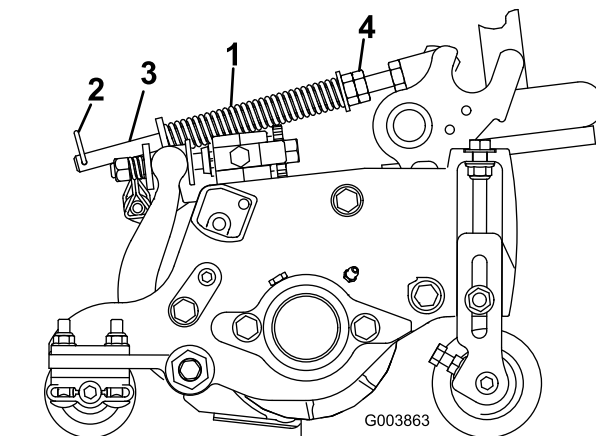

Bild 14
2. Ziehen Sie die Sechskantmuttern vorne an der Federstange an, bis die komprimierte Länge der Feder 15,9 cm beträgt (Bild 14).
Die Rasenkompensierungsfeder (Bild 14) verlagert das Gewicht von der Front- zur Heckrolle. Dies reduziert ein Bobbing genanntes Wellenmuster auf der Rasenfläche.
1. Stellen Sie sicher, dass der Splint in das hintere Loch in der Federstange eingesetzt ist (Bild 14).